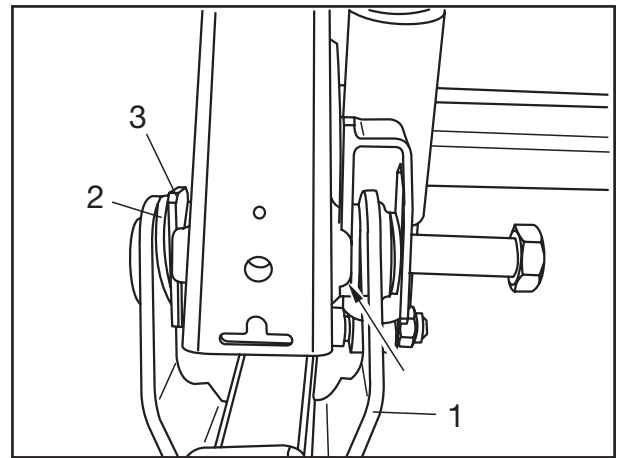

Fig. 10
- Hebearm (Fig. 10/1) so weit hochheben, bis der Federbolzen mit den Bohrungen der Stütze und Lenkerfeder fluchten.
Die Kulissenscheibe liegt in der Verdrehsicherung der Luftfederstütze (Fig. 10/Pfeil). Federbolzen eintreiben, dabei die Scheibe (Fig 10/2) und Kulissenscheibe (Fig.10/3) auf der zweiten Seite montieren.
- Raise the lift arm (Fig. 10/1) until the spring bolt lines up with the holes in the hanger bracket and the trailing arm.
The connecting link disc sits in the anti-rotation lock of the air suspension hanger bracket (Fig. 10/arrow).
Drive in the spring bolt, mounting the washer (Fig. 10/2) and the connecting link disc (Fig. 10/3) on the second side at the same time.
- Faire monter le bras de relevage (Fig. 10/1) jusqu'à ce que le boulon de ressort soit en face des alésages de la main et du ressort de guidage.
La cale à coulisse est logée dans la sécurité de torsion de la main de suspension (fig. 10/flèche).
Enfoncer le boulon de ressort en disposant simultanément la rondelle (Fig. 10/2) et la cale à coulisse (Fig.10/3) de l'autre côté.